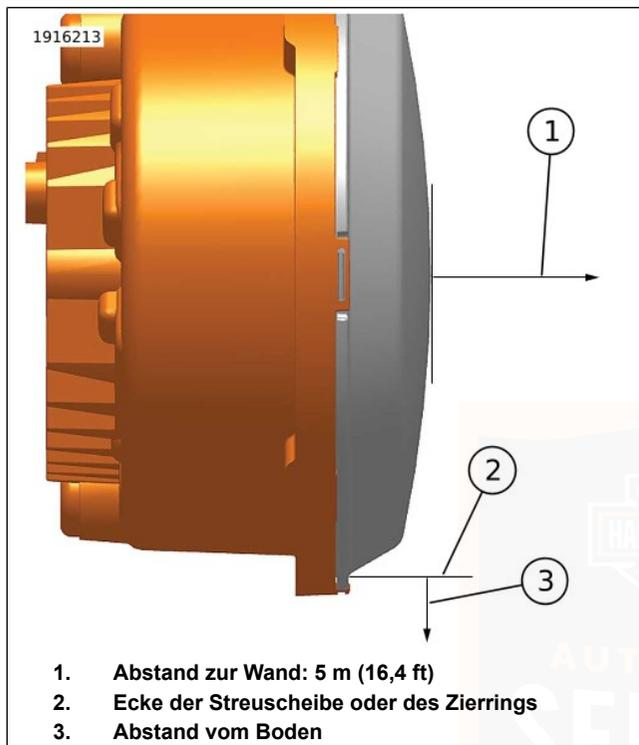

Abbildung 71. Messpunkte für die Scheinwerferausrichtung
2. Siehe Abbildung 71. Das Motorrad mit dem angegebenen Abstand von der Vorderseite des Scheinwerfers zur Wand (1) abstellen.